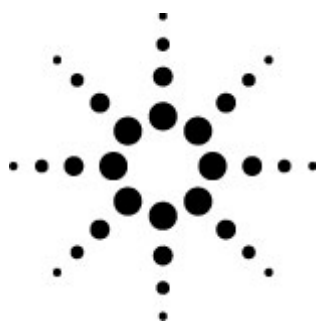

図13 キックスタンドがセットされた状態
2. キックスタンドを保持クリップからはずしたら、キックスタンドの水平棒を足で踏みながら、キックスタンドが直立する位置まで、静音ボックス の後ろ側を持ち上げ、静音ボックスを傾けます。図13を参照してください。